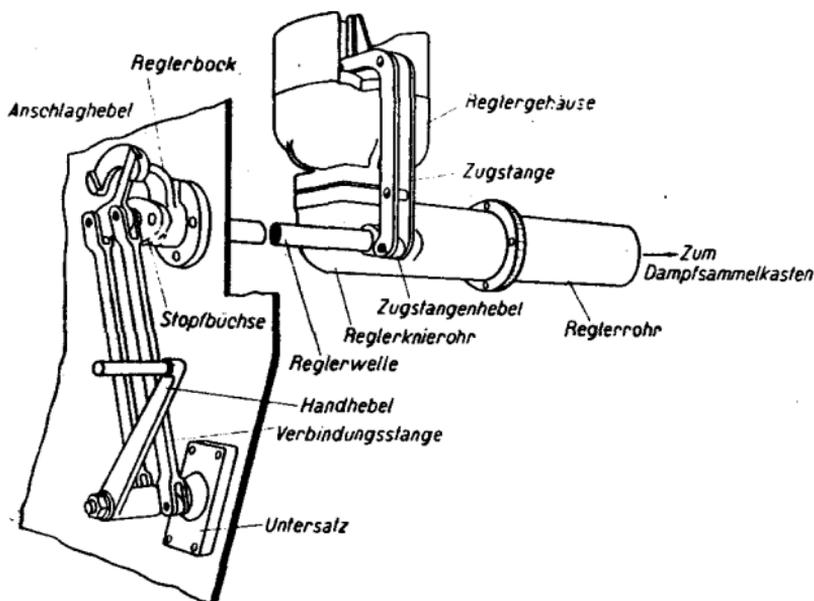

Bild 14. Reglergestänge
d) Das Reglergestänge (Bild 14)
Das Reglergestänge dient zum Verstellen des Reglers. Eine gebräuchliche Anordnung des Reglergestänges zeigt Bild 14.